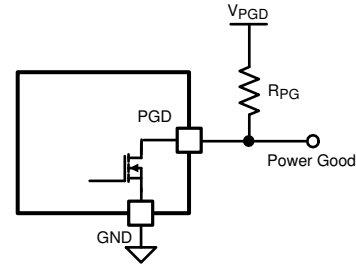
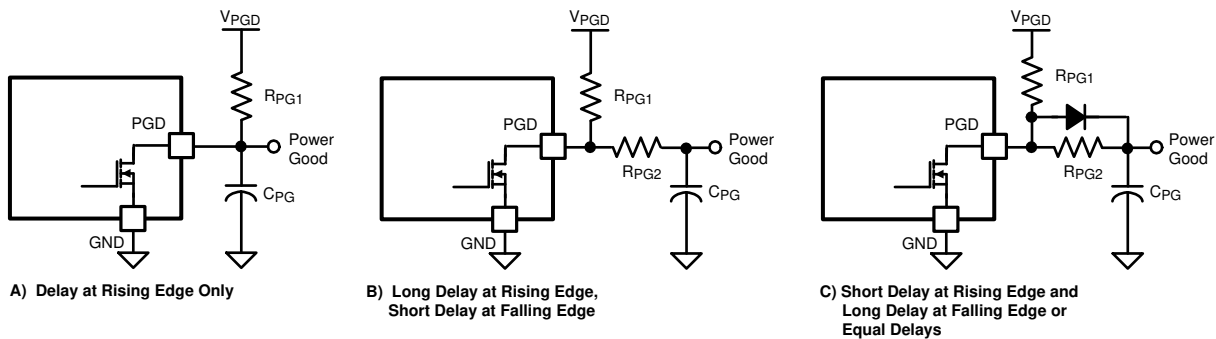

图 8-7. 电源正常输出
图 8-8. 为电源正常输出引脚添加延迟
当 FB 引脚上的电压上升到高于其阈值时，作用在 PGD 引脚上的内部下拉被禁用，允许 PGD 通过上拉电阻 R_{PG} 上升到 V_{PGD} ，如图 8-7 所示。上拉电压 (V_{PGD}) 可高达 80V，并且可以高于或低于 VIN 和 OUT 处的电压。对于 V_{PGD} ，VDD 是一个方便的选择，因为它允许连接至低压逻辑并避免上电期间 PGD 上的毛刺脉冲。如果 PGD 需要延迟，建议的电路如图 8-8 所示。在图 8-8(A) 中，电容器 C_{PG} 会增加上升沿的延迟，但不会增加到下降沿的延迟。在图 8-8(B) 中，上升沿延迟由 $R_{PG1} + R_{PG2}$ 和 C_{PG} 决定，而下降沿延迟由较少的 R_{PG2} 和 C_{PG} 决定。在 R_{PG2} (图 8-8(C)) 上添加一个二极管可在两个边沿实现相等的延迟，或在上升沿实现短延迟和在下降沿实现长延迟。